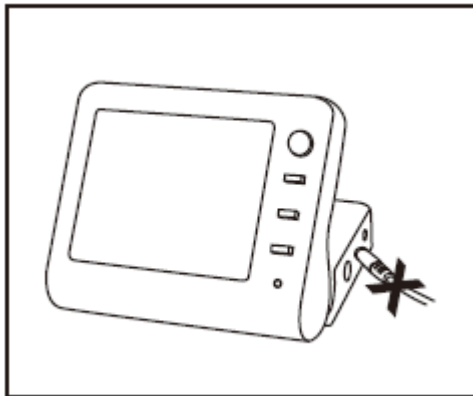

Рис. 26
1) Отсоедините адаптер. (Рис. 26)